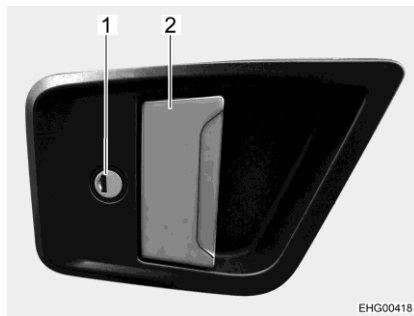
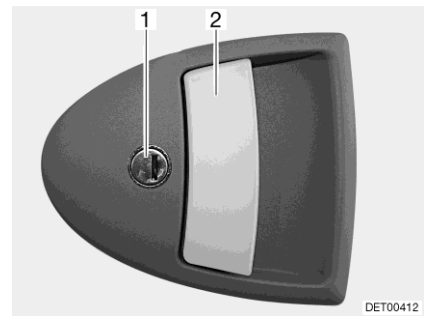

Bild 51 Dörrlås (ingångsdörr utsida)
Bild 52 Dörrlås, variant (ingångsdörr utsida)
- Stick in nyckeln i låscylindern ((Bild 51,1 eller Bild 52,1) och vrid den ända tills dörrlåset har låsts upp.
- Drag i dörrhandtaget (Bild 51,2 eller Bild 52,2). Dörren är öppen.
- Stick in nyckeln i låscylindern (Bild 51,1 eller Bild 52,1) och vrid den ända tills dörrlåset har låsts.